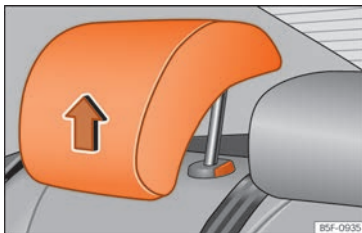

Abb. 90 Kopfstütze in Gebrauchsstellung
- **Gebrauchsstellung** (Kopfstütze angehoben) »» Abb. 90. In dieser Position verhält sich die Kopfstütze wie eine konventionelle Kopfstütze, und schützt die hinteren Insassen in Verbindung mit dem Sicherheitsgurt.